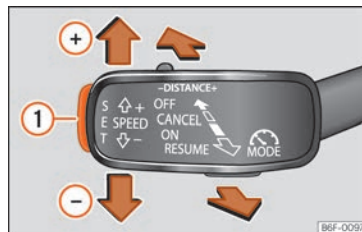

Fig. 224 A la izquierda de la columna de la dirección: tercera palanca para manejar el GRA.
- Pulse el botón **SET** »» fig. 224 ①.
- Presione la tecla **SET** **fig. 224** para reducir la velocidad en pasos pequeños de 1 km/h (1 mph).